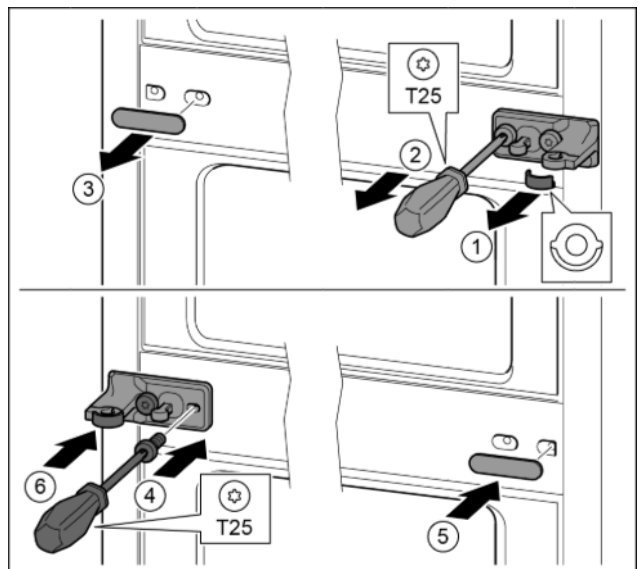

Fig. 30
- ▶ Снять шайбу. Fig. 30 (1)
- ▶ Выкрутить винты отверткой T25. Fig. 30 (2)
- ▶ Осторожно снять крышку. *Fig. 30 (3)*
- ▶ Плотно прикрутить опорный кронштейн с подкладкой с поворотом на 180° с другой стороны. *Fig. 30 (4)*
- ▶ Установить крышку с поворотом на 180° с другой стороны. *Fig. 30 (5)*
- ▶ Спереди надвинуть шайбу. *Fig. 30 (6)*